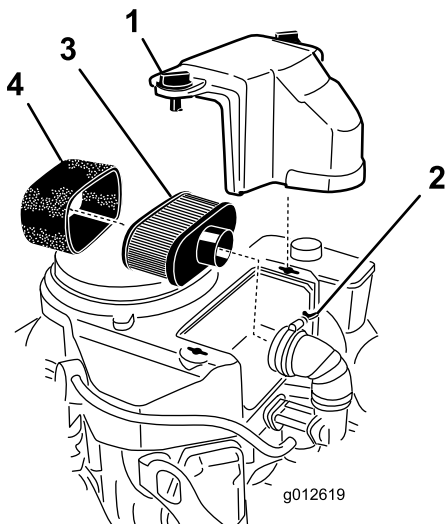

Figura 38
3. Limpie alrededor del limpiador de aire de forma que la suciedad no penetre en el motor y cause daños (Figura 38).
4. Afloje los botones de la tapa y retire la tapa del limpiador de aire (Figura 38).
5. Afloje la abrazadera y retire el conjunto del limpiador de aire (Figura 38).
6. Retire cuidadosamente el elemento de espuma del elemento de papel (Figura 38).
1. Limpie el elemento de papel golpeándolo suavemente para eliminar el polvo. Si está muy sucio, cambie el elemento de papel (Figura 38).
1. Deslice cuidadosamente el elemento de espuma sobre el elemento de papel (Figura 38).
2. Coloque el conjunto del limpiador de aire sobre la base o la manguera y sujételo (Figura 38).
3. Coloque en su posición la cubierta del limpiador de aire y apriete los pomos de la cubierta (Figura 38).